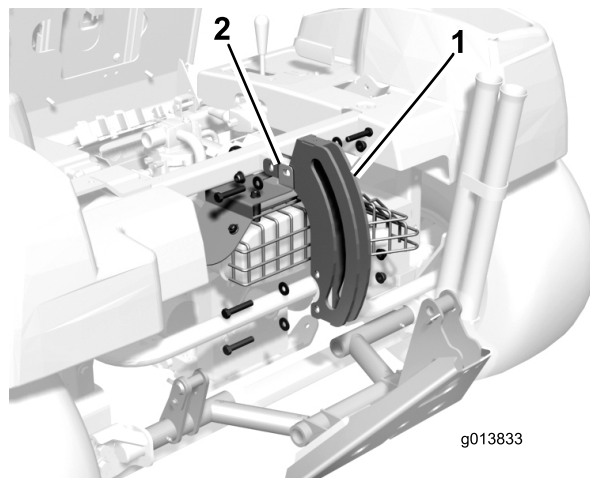

Figura 10
14. Prenda a placa do cilindro e as estruturas de reforço da protecção do abafador à estrutura com os (4) parafusos, anilhas e porcas flangeadas previamente removidas (Figura 10). Aperte todos os dispositivos de fixação de montagem da protecção.